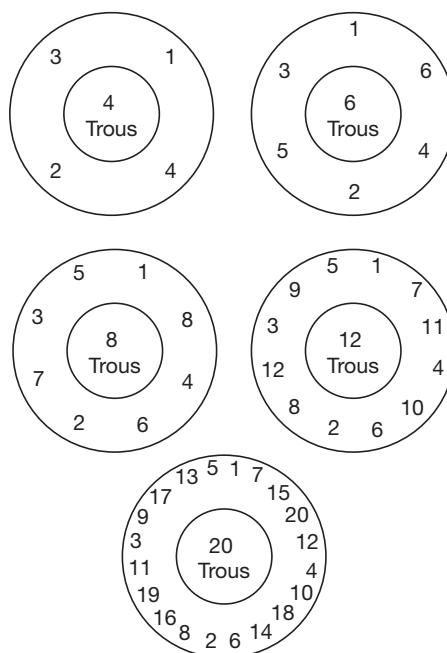

Figure 36 : Modèles d'étanchéité du verrou
16. Appliquer une petite quantité de lubrifiant sur la surface d'appui de la rondelle élastique de l'axe (15).
17. Placer l'ensemble de ressort sur l'axe (15).
18. Placer un nouveau joint de capot (12) dans la base (1) avant d'installer le capot (11). Serrer uniformément les écrous de goujon (14) en utilisant le modèle boulon de serrage approprié (voir la Figure 36). Déterminer le couple requis pour la soupape en question (voir le tableau 10). Déterminer les valeurs de couple pour chaque tour du motif (voir le tableau 11). Le dernier tour permet de garantir que tous les écrous de goujons sont au couple requis.
19. Avec le contre-écrou de la vis de réglage (20) monté à proximité de la partie supérieure de la vis de réglage (19), appliquer une petite quantité de lubrifiant sur l'extrémité sphérique et le filetage de la vis de réglage.
20. Enfiler la vis de réglage (19) dans le capot (11) jusqu'à ce qu'elle entre en contact avec la rondelle de ressort (17).